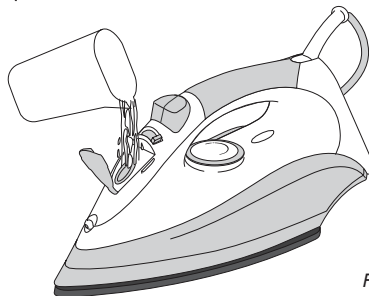

Figure 2
4. Séchez bien l'extérieur du fer à repasser avec un chiffon sec (voir la figure 2).